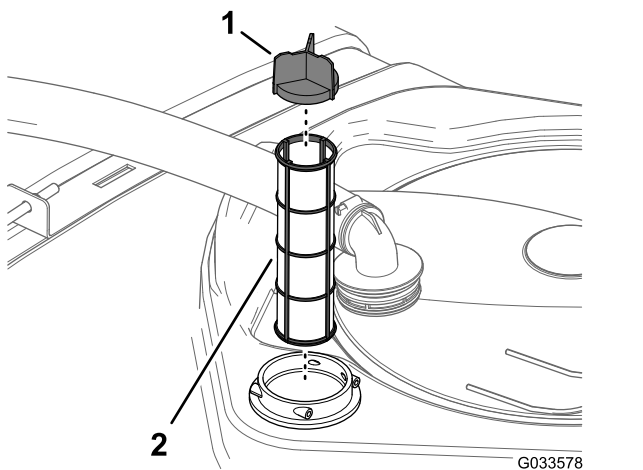

Рисунок 102
4. Извлеките старый фильтр линии всасывания из его корпуса в баке (Рисунок 102).